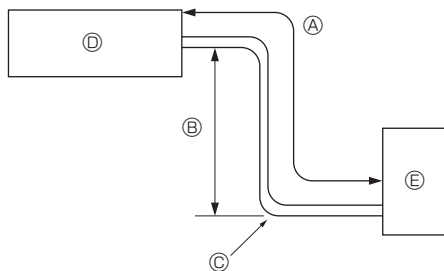

Fig. 2-1
- ① Tubo de junção.....x1
2.1. Tubo de refrigerante (Fig. 2-1)